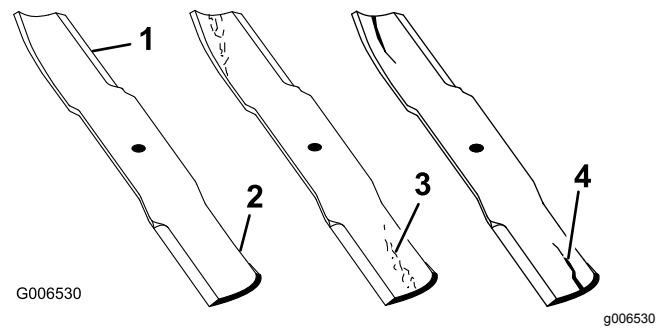

Figura 111
1. Inspeccione los filos de corte (Figura 111).
4. Si observa fisuras, desgaste o la formación de una ranura en esta zona, instale de inmediato una cuchilla nueva (Figura 111).